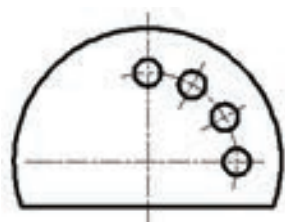

图 5-28 原始图形
1) 打开随书光盘“CH5”文件夹中的“基线标注.dwg”，文件中存在的图形如图 5-28 所示。